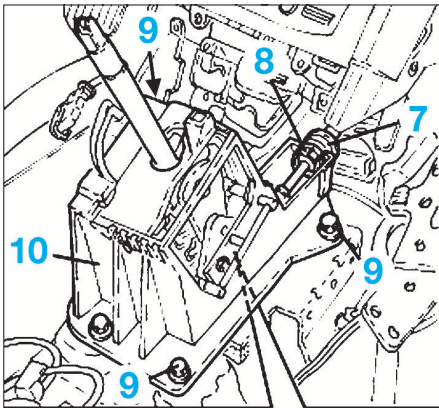

FIG. 13
- Reculer la bague de blocage (7) et détacher le câble des vitesses (8) du boîtier de sélecteur de vitesses.
- Dévisser les vis (9), soulever le boîtier de sélecteur de vitesses (10) à la hauteur requise pour détacher l'embout (11) du flexible d'enclenchement des vitesses. (Fig.13).